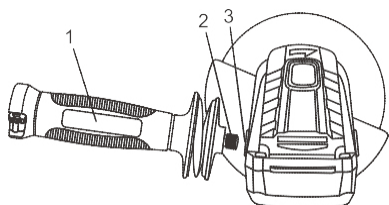

Fig. 1
2. Installez la poignée auxiliaire antivibrations (1) en la vissant dans le sens horaire dans le côté gauche (2) du boîtier de l'engrenage (3) (Fig. 1).